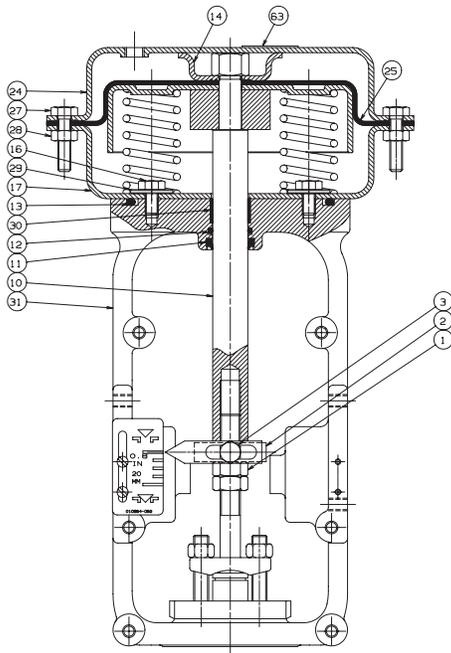

Figura 9. Attuatore "Aria chiude" dimensione 3 (Modello 87)
- G. Smontare i bulloni di tensione (gli altri quattro 27 e 28) in passaggi successivi per rilasciare gradualmente la tensione della molla. Smontare il coperchio superiore del diaframma (24).
- H. Smontare il dado esagonale (23) e il distanziatore (14), Figura 9.
- I. Smontare il diaframma (25), la piastra diaframma (26), il distanziatore (22), la molla (21) e i relativi distanziatori (18) [se utilizzati], Figura 9.